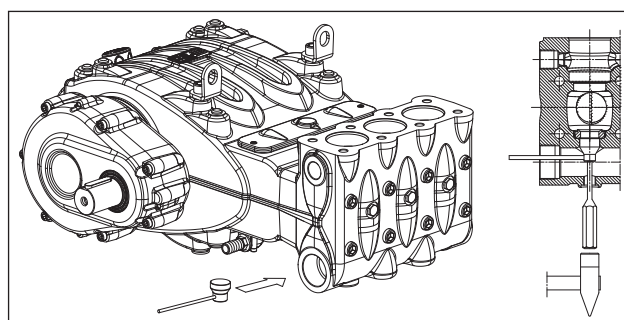

Fig. 104
En caso de dificultad para extraer el grupo de la válvula de aspiración (por ejemplo, si se han formado depósitos debido a largos periodos de inactividad de la bomba) utilizar el extractor cód. 27516200 (pos. ①, Fig. 104) y seguir las instrucciones.